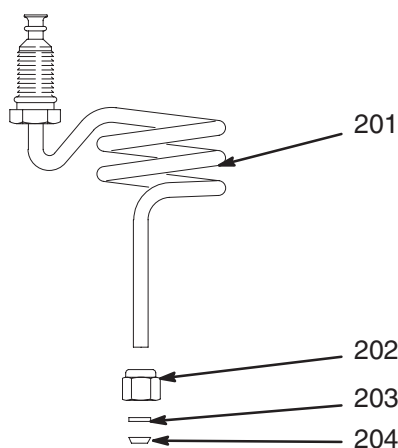

Fig. 30
8. Faire glisser l'écrou en nylon (202) et les bagues (203 & 204) sur le sous-ensemble du tube spiralé (201). Voir Fig. 30.